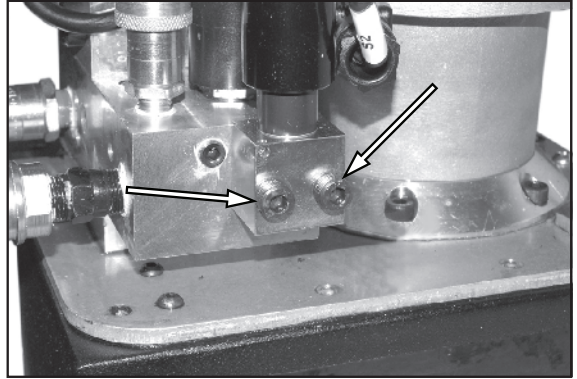

Figura 36.
2. Consulte la Figura 36. Retire los dos pernos de la válvula de limitación de presión y la válvula misma.